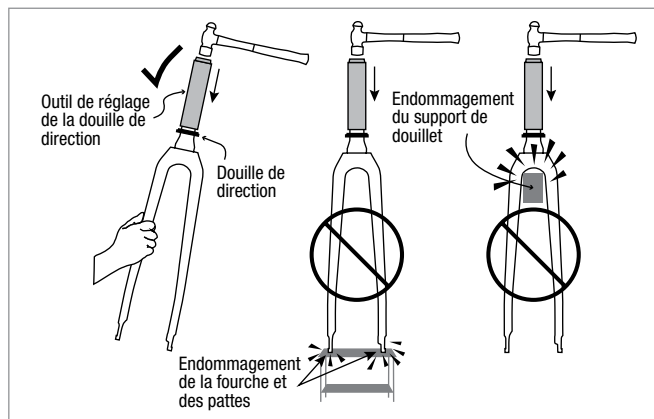
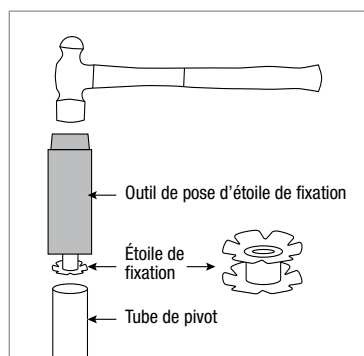

Figure 2
Figure 10
⚠ AVERTISSEMENT : Ne pas placer la fourche sur les extrémités des pattes ni soutenir la fourche dans la partie douille lors du montage de la douille de direction, au risque d'endommager la fourche (Fig. 2).
- Tenez la fourche d'une main (Fig. 2) et posez une nouvelle étoile de fixation à l'aide d'un outil de pose d'écrou et d'un marteau (Fig. 10).